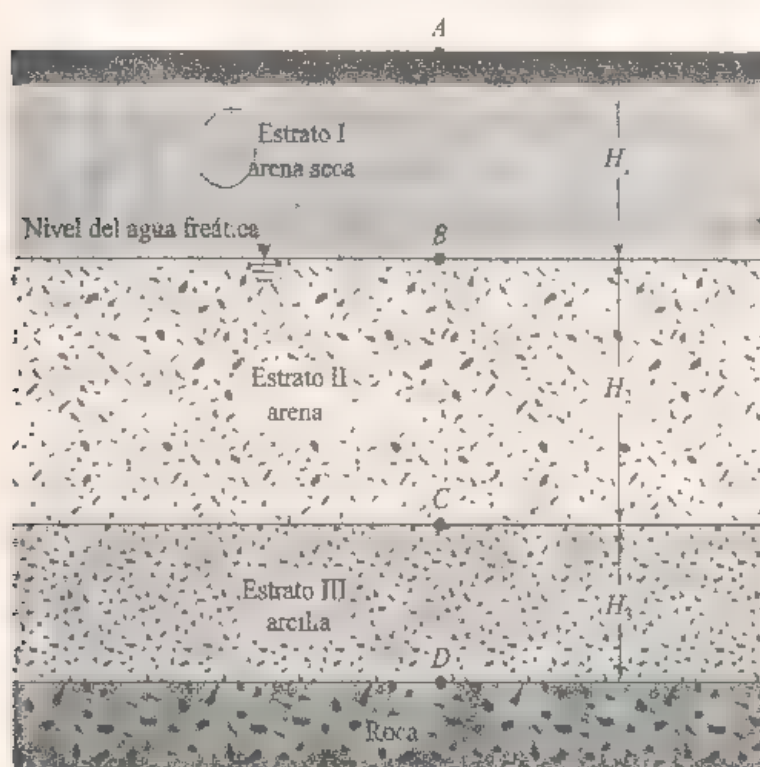

FIGURA 5.27
- 5.1 Un perfil de suelo se muestra en la figura 5.27. Calcule los valores de  $\sigma$ ,  $u$ , y  $\sigma'$  en los puntos A, B, C y D. Grafique la variación de  $\sigma$ ,  $u$ , y  $\sigma'$  con la profundidad. Se dan los valores en la tabla.